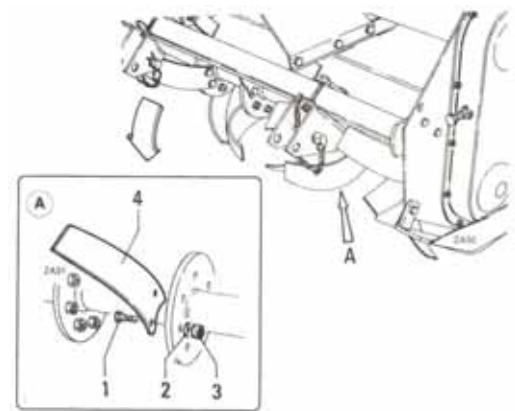

Figure 16
- Les lames "4" (Fig. 16) doivent être remplacées si elles sont endommagées, tordues, usées ou émoussées.